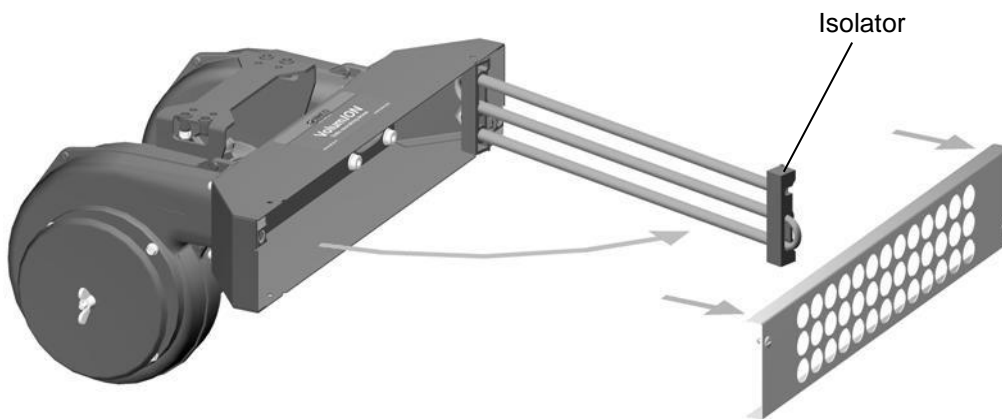

Abbildung 8: Ionensprühstäbe öffnen
- Drehen Sie die Ionensprühstäbe vorsichtig aus dem Luftleiter, indem Sie am Isolator ziehen, wie in Abbildung 8 dargestellt. Die Seite des Hochspannungskabels muss dabei im Luftleiter bleiben.